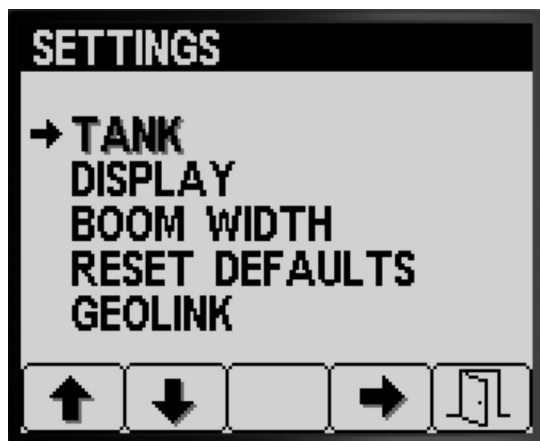

Figure 11
1. Appuyez sur le bouton 1 ou 2 pour naviguer jusqu'à l'option CUVE (Figure 11).
2. Appuyez sur le bouton 4 pour sélectionner le sous-menu CUVE (Figure 11).